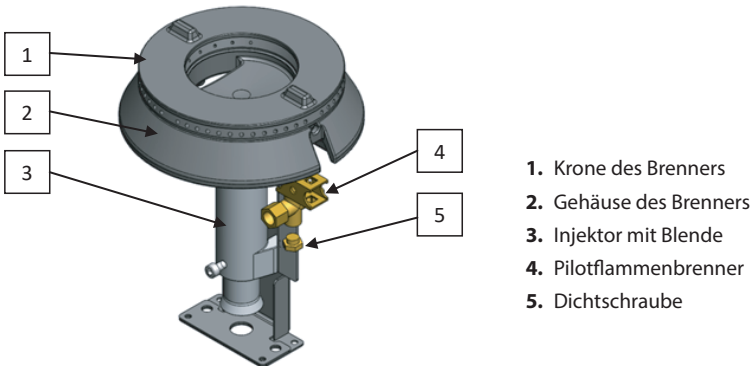

Bild 18. Der Aufbau des Brenners am Beispiel des Brenners 7kW.
1. Wenn man den Herd von dem Erdgas auf das Propan- oder Propan-Butan-Gas umstellt, sollte man die Dichtschraube abschrauben, die sich unten am Kontrollbrenner (Pilot) befindet und als nächstes die Düse des Kontrollbrenners mit der Eigenschaft 40 abschrauben und die Düse mit der Eigenschaft 20 anschrauben. (Für das Propan- und Propan-Butan-Gas wird dieselbe Schraube verwendet). Als nächstes, die Dichtungsschraube anschrauben (Bild 18, Pos. 5). Den Kontrollbrenner zünden. Die Flamme sollte das Thermoelement erwärmen und mit heller Flamme brennen. Wenn es nicht so ist, sollte die Luftzufuhr mit Hilfe Blende, die sich im oberen Teil des Kontrollbrenners befindet reguliert werden